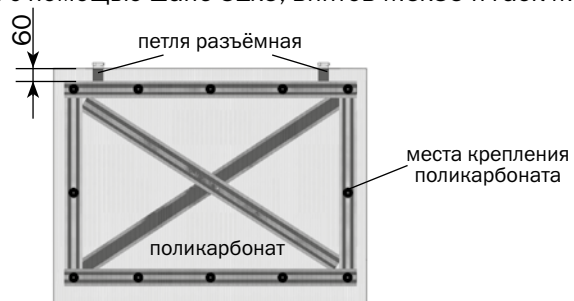

Рис.6
6. Кусок поликарбоната обклеить скотчем (закрыть соты) и прикрепить его к каркасу форточка с помощью шайб 32x5, винтов M5x35 и гаек M5 (**рис. 6**).